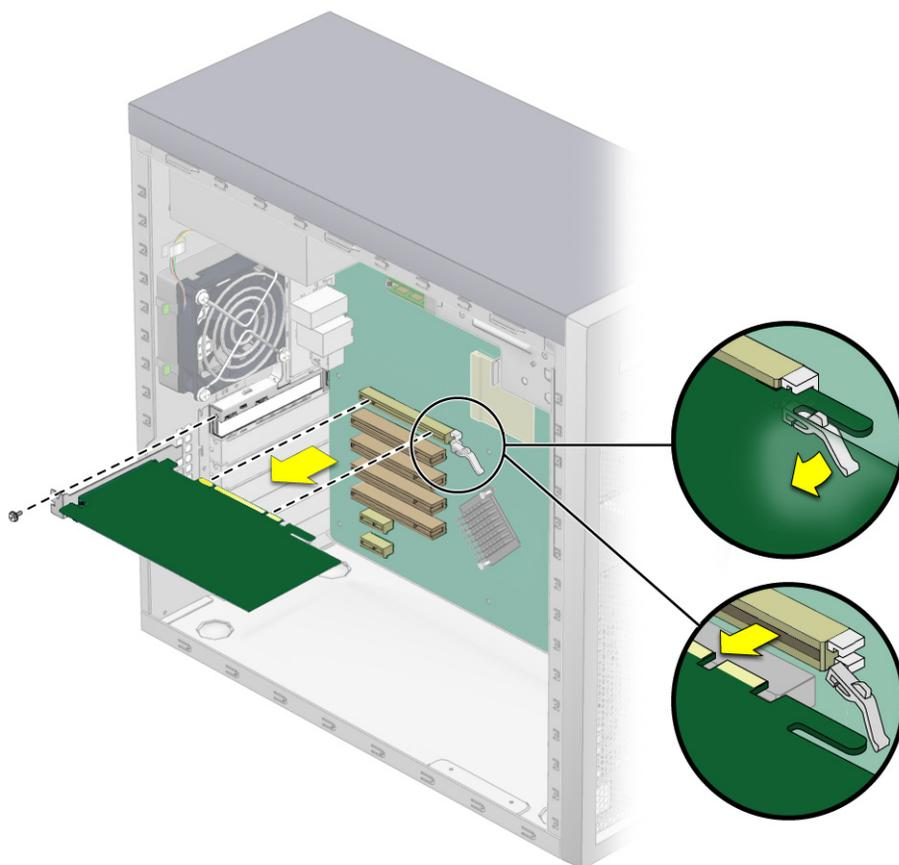

РИС. 4-17 Извлечение графической платы
■ Для графической платы PCI Express (см. РИС. 4-17):